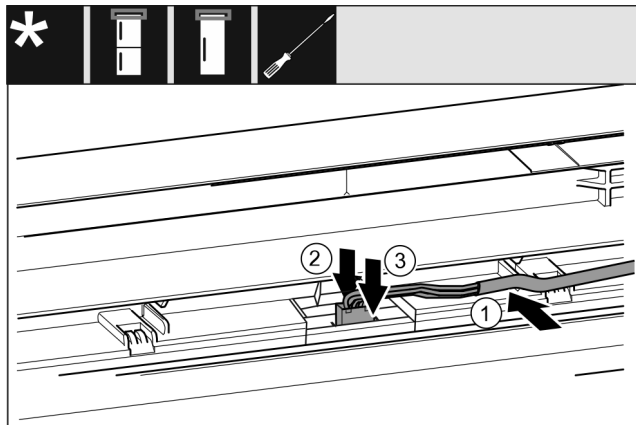

Fig. 41 Réfrigérateurs-congérateurs / congérateurs / réfrigérateurs
- ▶ Insérer le câble Fig. 41 (1) dans le guide de la porte supérieure.
- ▶ Pousser l'ergot Fig. 41 (2) vers l'arrière.
- ▶ Enclencher le connecteur Fig. 41 (3).